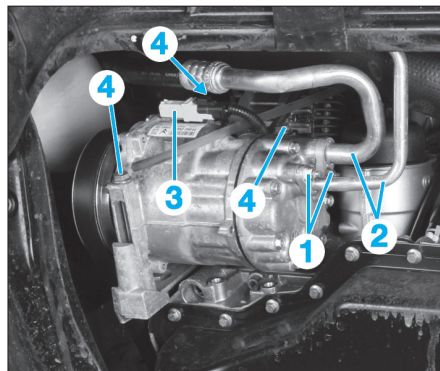

Fig. 14
- Déposer les écrous (1) puis écarter les canalisations (2) (Fig.14).
- Débrancher le connecteur (3).
- Déposer les vis (4) puis le compresseur.